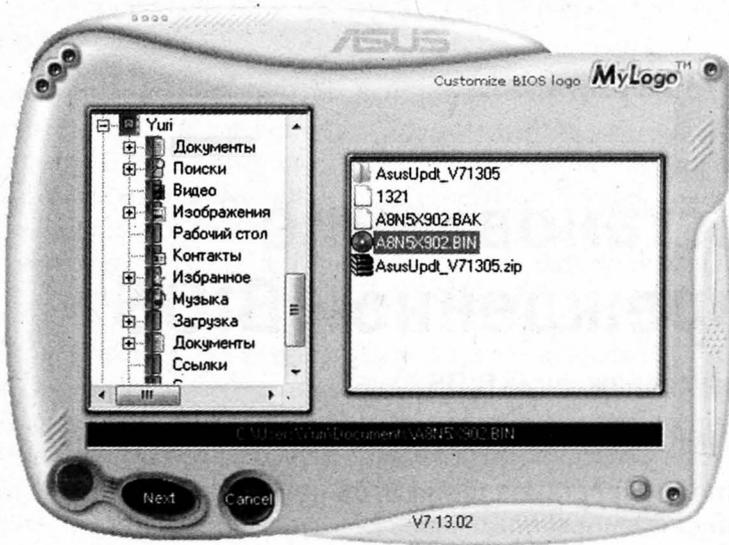

Рис. 15.11. Утилита ASUS MyLogo
4. В первом окне программы ASUS MyLogo (рис. 15.11) выберите сохраненный на шаге 2 файл с прошивкой BIOS и нажмите кнопку Next.